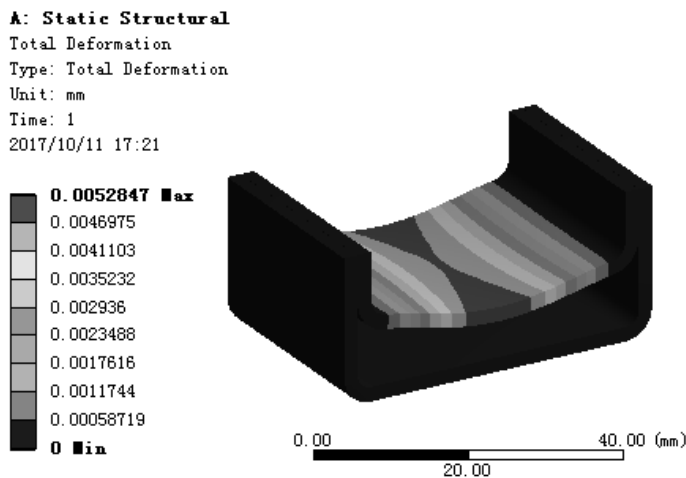

图 7.6.92 位移变形结果图解
(3) 查看位移变形结果图解。在“Outline”窗口中选中 **Total Deformation**,查看图 7.6.92 所示的位移变形结果,其最大位移为 0.0052847 mm。